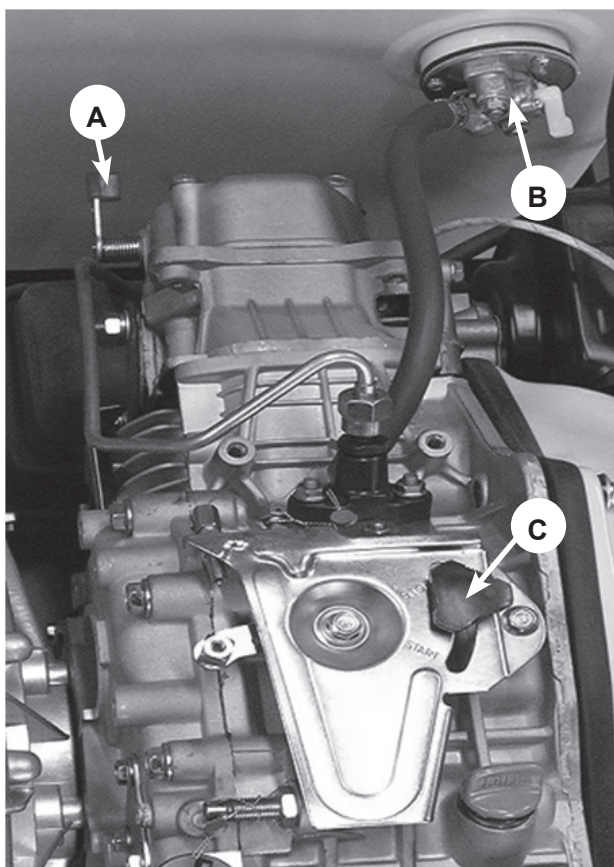

Рис.11
2. Откройте топливный кран (В) Рис.11
4. Переведите рычаг регулировки оборотов (С) в положение «Старт» Рис.11
6. Опустите рычаг декомпрессора (А) вниз Рис.11 (он автоматически вернется в исходное положение, после запуска или когда вы снова потяните шнур стартера).
3. Откройте топливный кран(В) Рис.11
5. Переведите рычаг регулировки оборотов (С) в положение «Старт»Рис.11
6. Опустите рычаг декомпрессора(А) вниз (рис.11)
4. Закройте топливный кран(В) Рис.11